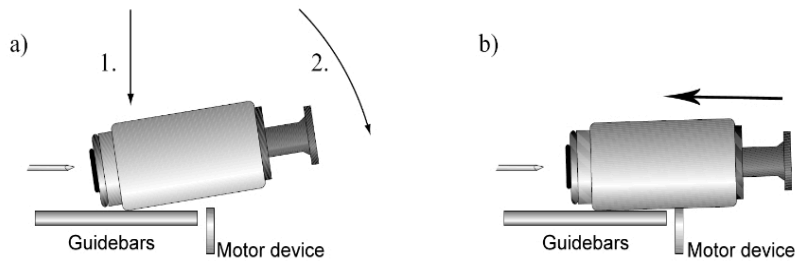

Рис. 8: Эскиз ручного подхода образца к наконечнику
- Положите держатель образца вниз на направляющие планки держателя образца сначала рис.8(a) и осторожно отпустите его на опору приближающегося двигателя (Будьте осторожны: магнит, который держит держатель образца на своем месте, может перетащить образец с держателя образца, убедитесь, что вы принесли образец за ним).